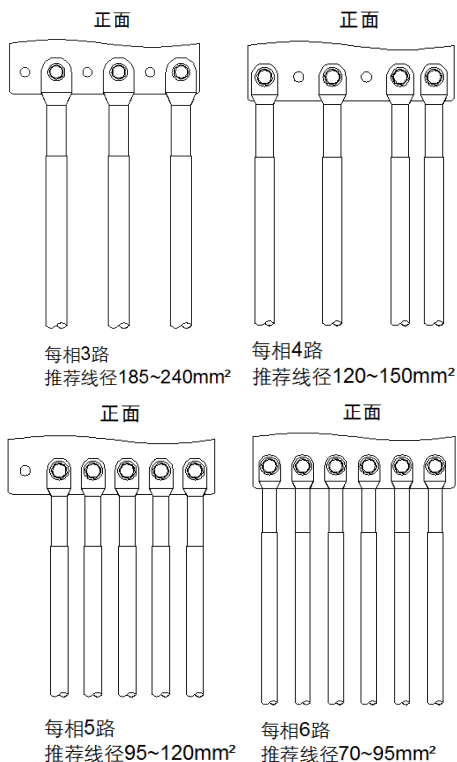

图3-15 CPS SCA630/500KTL-H交流接线示意图
- f. 630/500kW机种。首先确认每相接线路数，选择合适的电缆线径，再参考图3-15所示的接法将接线端子固定于铜排上，并用扭矩扳手，以适合的扭力锁紧。